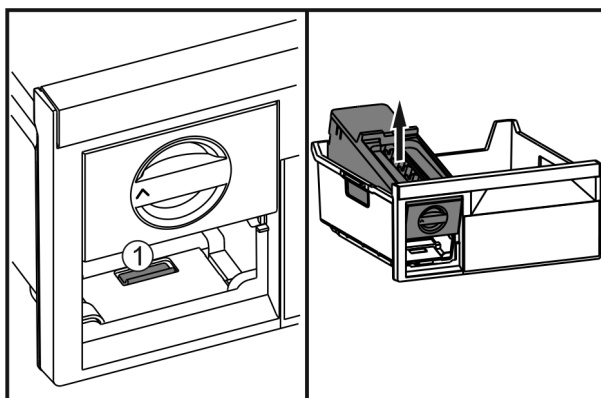

Fig. 50
- ▶ Wcisnąć nakładkę Fig. 50 (1), EasyTwist-Ice zdjąć od tyłu i wyjąć z szuflady zamrażalnika.